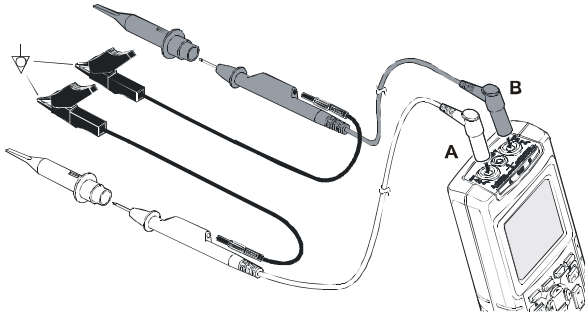

Рис. 4-1. Входные разъемы для измерения шины Fieldbus
- ⑥  Выберите соответствующие измерительные провода или типы датчиков для входов А и В.
- ⑦ Подключите входы, как показано на рис. 4-1.